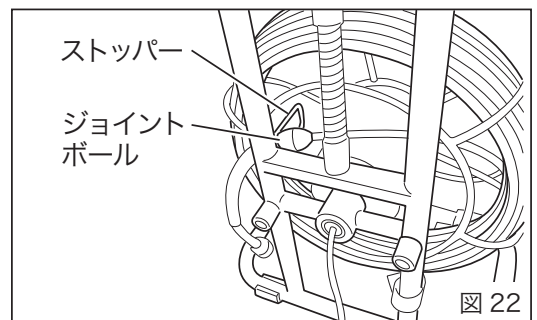

図 22
- ・カメラヘッドの30cm手前ぐらいから水平になるようにジョイントボールがストッパーに当たるまで押し込みます。(図 22)